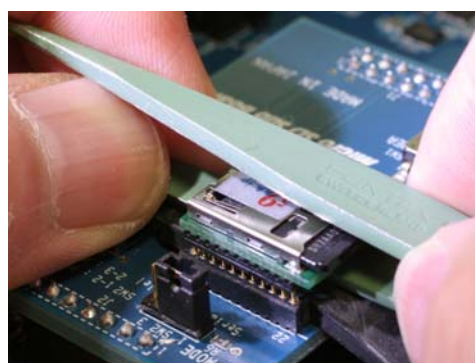

図 10.3 ピンセットを使った例
- ・ 図 10.3 のように、ピンセットをモジュールの下を通し、両側から少しずつ持ち上げるとスムーズに取り外せます。